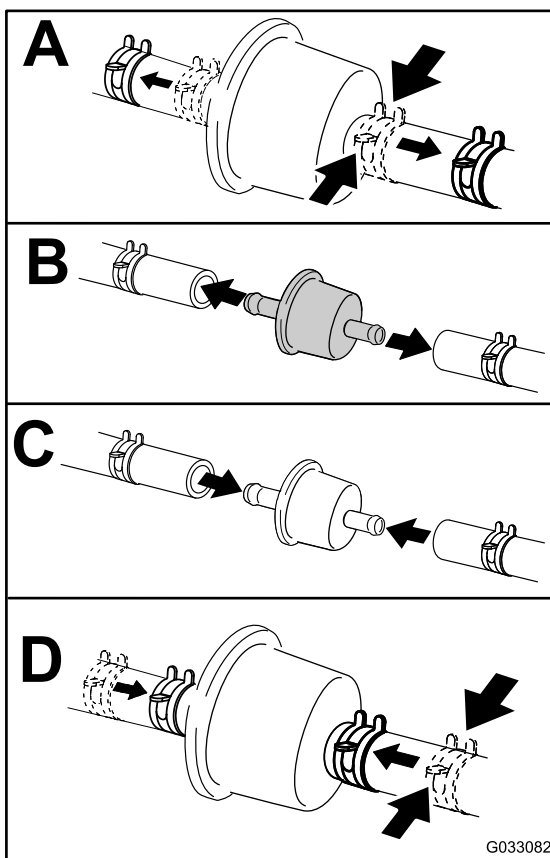

Figure 39
3. Remplacez le filtre à carburant (Figure 39).